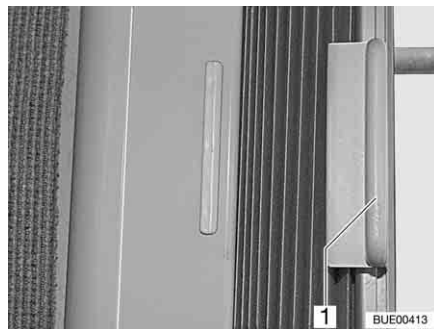

Bild 24 Faltverdunklung
- Faltverdunklung am Griff (Bild 24,1) halten und nach links oder rechts schieben.